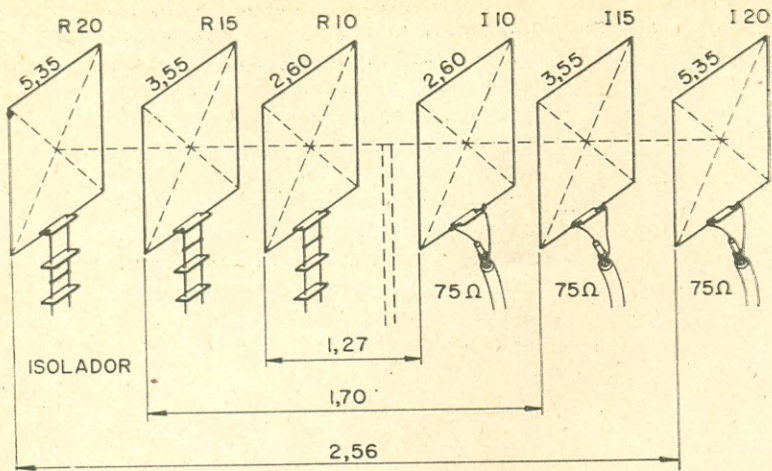

Figura 2
**Exemplo prático** — A figura 2 mostra como é possível construir-se uma cúbica para 3 faixas (na realidade são três antenas, uma para cada faixa).